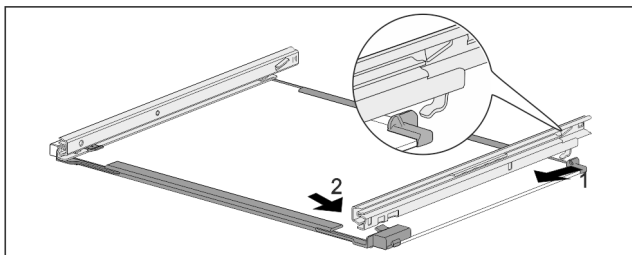

Fig. 175 Стъклена плоча с релси
- ▶ Закачете релсата отзад. Fig. 175 (1)
- ▶ Фиксирайте релсата отпред. Fig. 175 (2)